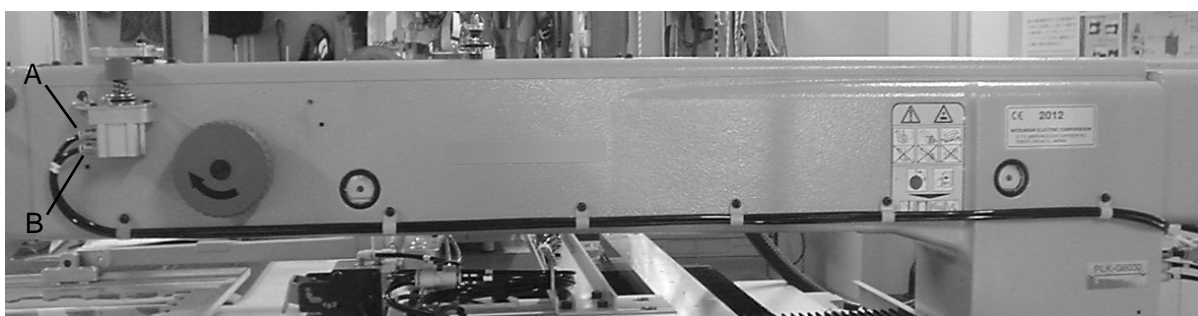

図 6
- (4) エアチューブは付属のナイロンクリップを利用して図 6 のように固定します。